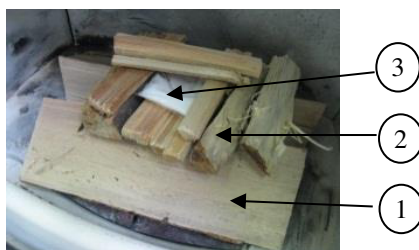

Fig. 7: prima dell'accensione
- Posizionare 2 - 3 ciocchi di legno (faggio, quercia, betulla) di traverso sul pavimento del focolare (vedi fig. 7 – (1)). Caricarvi sopra la legna dolce spaccata in piccoli pezzi (2). Sopra, al centro, collocare un accenditore (3) e accenderlo. Non usare **mai** benzina, alcol o simili per l'accensione!